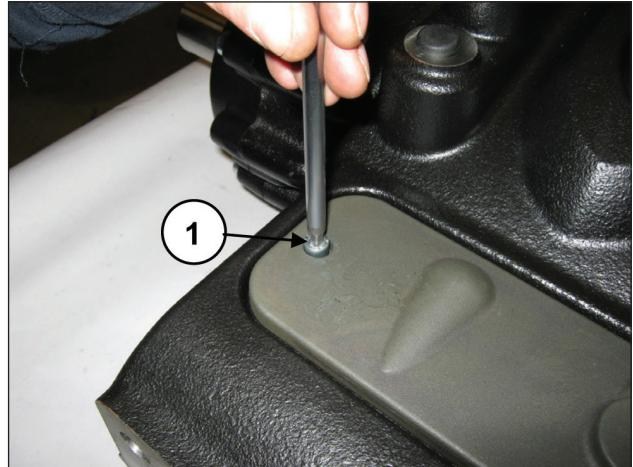

Fig. 109
Déposer le couvercle d'inspection supérieur en desserrant les 2 vis de fixation (rep. ①, Fig. 109).